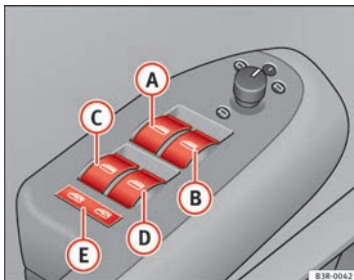

Abb. 80 Ausschnitt aus der Fahrertür: Schalter
- (A)** Schalter ⇒ Abb. 80 für das Fenster in der Fahrertür
- (B)** Schalter für das Fenster in der Beifahrertür
Mit dem Sicherheitstaster ⇒ **Abb. 80 E** können die Schalter an den hinteren Türen außer Betrieb gesetzt werden. Nur wenn der Schalter hineingedrückt ist, lassen sich die Fenster von den Fondsitzen aus öffnen oder schließen.